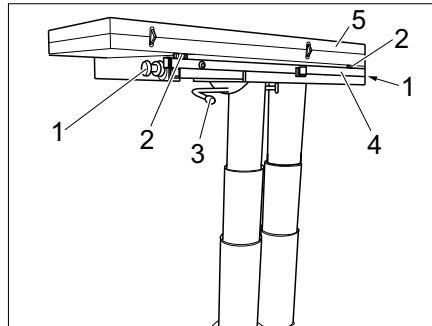

Fig. 117 Agrandir la table
- Desserrer les vis moletées (Fig. 117,1) des deux côtés.
- Basculer le levier de verrouillage (Fig. 117,3) vers la gauche. La table à hauteur réglable est déverrouillée.
- Sortir l'infrastructure de la table (Fig. 117,4).
- Déplier la moitié de table (Fig. 117,5).
- Régler la hauteur souhaitée du plateau de la table à l'aide des deux vis de réglage (Fig. 117,2).
- Basculer le levier de verrouillage (Fig. 117,3) vers la droite. La table à hauteur réglable est verrouillée.
- Desserrer le levier de verrouillage (Fig. 117,3).
- Replier la moitié de table (Fig. 117,5).
- Visser les deux vis de réglage (Fig. 117,2).
- Insérer l'infrastructure de la table (Fig. 117,4).
- Resserrer à fond les vis moletées (Fig. 117,1) des deux côtés.
- Basculer le levier de verrouillage (Fig. 117,3) vers la gauche. Le verrouillage est ouvert.
- Le cas échéant, visser les vis de réglage (Fig. 117,2).